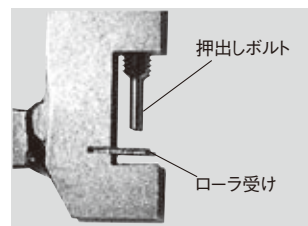

図6. 部品の名称
- ① 上部ハンドルを左に回し、ローラチェーンがセットできる程度にローラ受け上部にスペースを設け、ピンをグラインダで削り落とした側（又は割ピン側）を上にして、ローラ受けにローラ（RS25、35の場合はブシュ）を挿入し、ローラチェーンを支持してください。（図6、7を参照してください。）
- ② 上部ハンドルを右に回して、押し出しボルトの先端がピン端面の中央になるようにセットしてください。
- ③ 静かに上部ハンドルを右に回し、ピンを抜いていきます。但し、一枚の外プレートに組み込んである1対のピンがおおむね水平になって抜けていくように交互に作業を行ってください。
- ④ ピンと上側の一枚の外プレートが外れたら、チェーンスクリュをチェーンから外し、ピン差しを抜き取ってください。